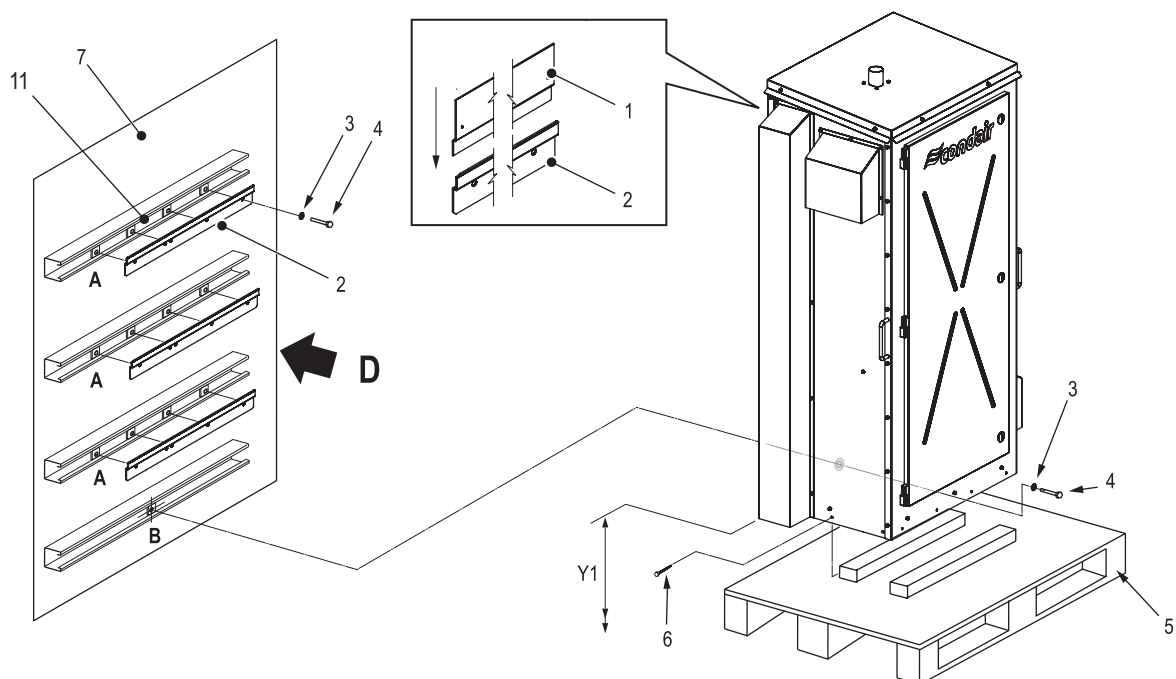

Fig. 10: Montage sur l'appareil de ventilation
3. Marquez les points de fixation « A » et « B » aux endroits souhaités à l'aide d'un niveau à bulle. Voir Fig. 10 et Tableau 6.
8. Soulevez prudemment l'humidificateur, mettez-le en position de montage et alignez les supports à l'arrière de l'humidificateur avec les rails de montage fixes comme indiqué sur l'image Fig. 10. Abaissez l'humidificateur sur les rails de montage et assurez-vous que l'appareil est bien en place et aligné horizontalement.